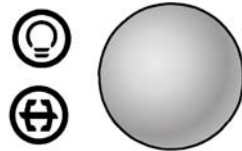

fig. 8
- Se rotește butonul de comandă cuptor/grătar pe poziția grătar "☺" și se pornește motorul prin apăsarea comutatorului marcat cu semnul "⊕" (fig. 8).